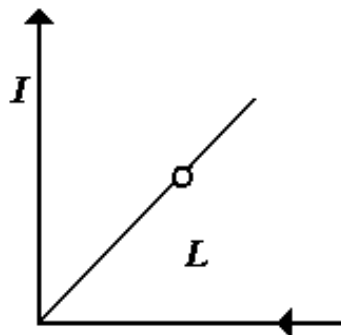

Рис.7
19. Длинный проводник с током $I = 3$ А изогнут в форме прямого угла. Определите индукцию магнитного поля в точке, лежащей на биссектрисе этого угла на расстоянии $L=10$ см от вершины (рис.7).